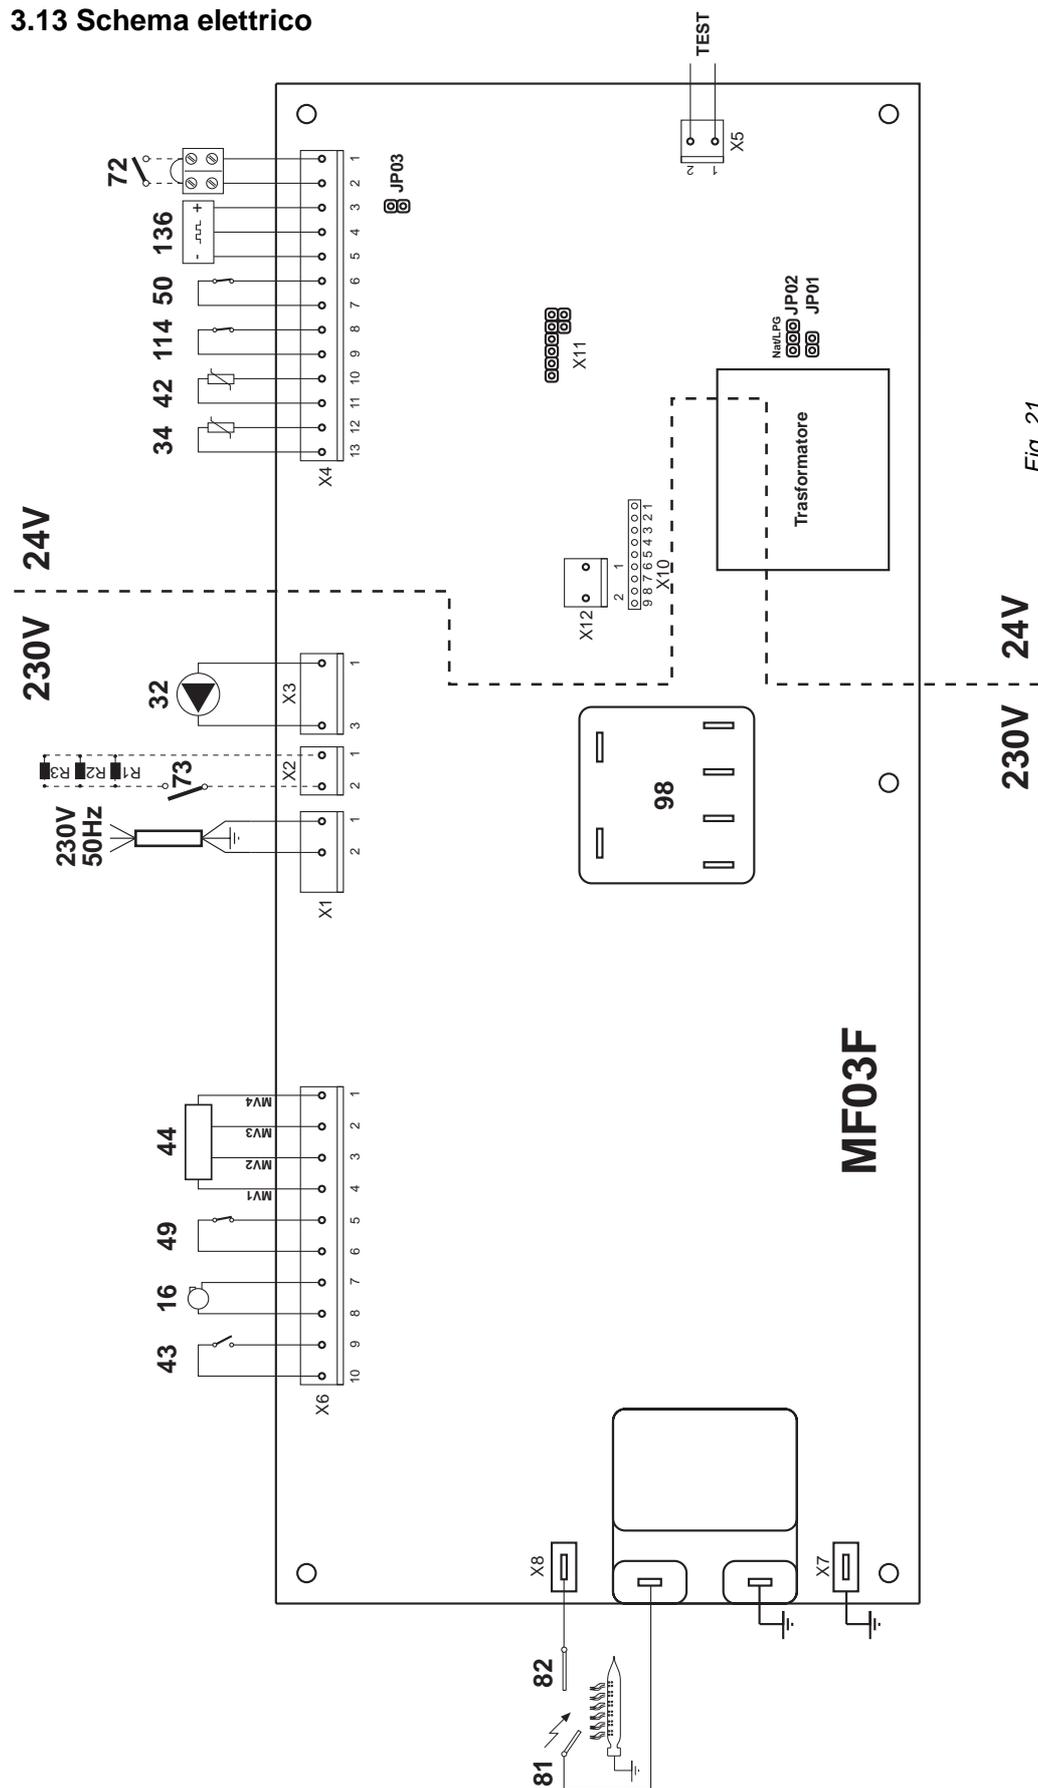

Fig. 21
3.16 Installazione dell'eventuale termostato ambiente (72) (fig. 21)